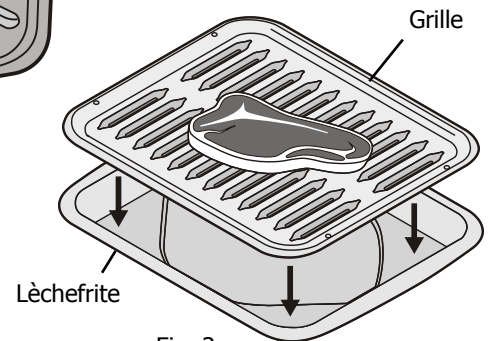

Fig. 3
- Lorsque vous utilisez une lèchefrite pour la cuisson au gril, assurez-vous d'utiliser une lèchefrite et une grille approuvées par Electrolux Home Products, Inc. (Fig. 3).